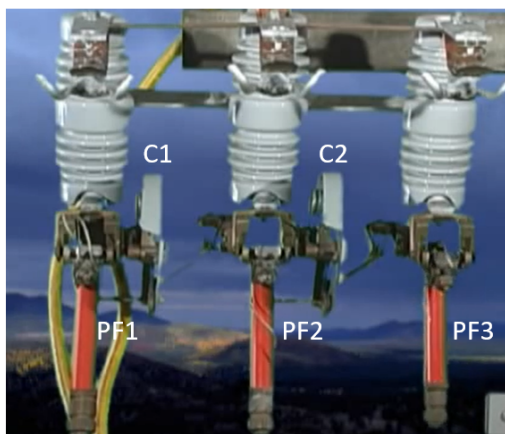

Figura 2 – Chave fusível religadora.
Passo 8: Sequência operacional de fechamento de chaves fusível/faca. Encaixar o cabeçote da vara de manobra no olhal da chave fusível/faca e seguir a sequência abaixo que depende do material do poste e tipo. Essa sequência está ilustrada no ANEXO I e na Figura 2 do anexo II. Nota 47: Verificar com o COI a potência do trecho em que a chave será fechada. Para uma potência maior que 720 kVA deve ser verificado a possibilidade de abertura de chaves a jusante para reduzir a carga até a potência de 720 kVA. Nota 48: Em caso da não possibilidade de redução de carga até a potência de 720 kVA, deve-se solicitar ao COI o desligamento do alimentador a montante. Poste de concreto tipo Normal: 1. Chave do meio 2. Chave mais distante da chave do meio 3. Chave mais próxima da chave do meio Poste de concreto tipo Beco: 1. Chave mais próxima do poste. 2. Chave mais distante do poste.	Responsável pelos itens: Eletricista Riscos inerentes maiores neste passo:1,2,3,4,5,6,7,8 e 9.
Na Figura 2, as portas fusíveis estão representadas por PF1, PF2 e PF3. Os contatos de transferência estão representados por C1 e C2.